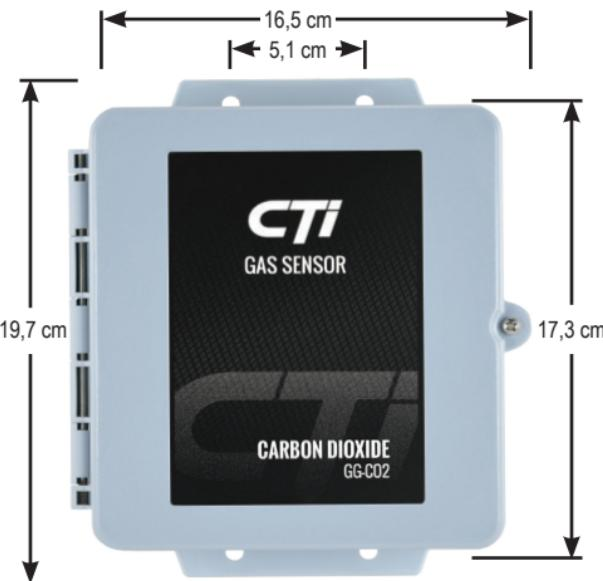

Figura 1: Dimensiones de montaje
- Monte las carcasa del sensor a través de los orificios de montaje como se indica la Figura 1. Use los tornillos autorroscantes suministrados para montar en superficies de lámina de metal.